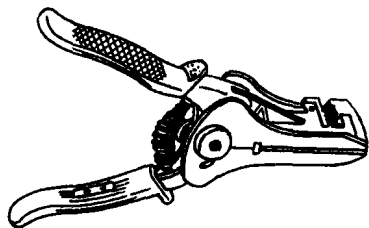
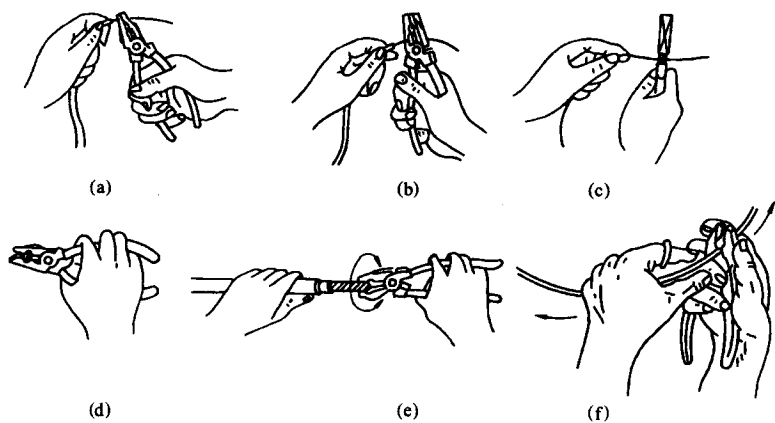

图 1-4 剥线钳
图 1-5 钢丝钳各种功能示意
(1) 电工在剥离照明塑料导线的绝缘层时, 一般可用剥线钳 (如图 1-4 所示) 剥离, 当大于 4mm^2 塑料线时, 就得采用钢丝钳, 其操作方法如下: 根据需要长度, 用钳头刀口切削绝缘层时, 用力不可过猛, 以免伤及芯线, 右手握住钳头用力向外勒去绝缘层, 同时左手握紧导线反向用力配合动作。钢丝钳各种功能示意如图 1-5